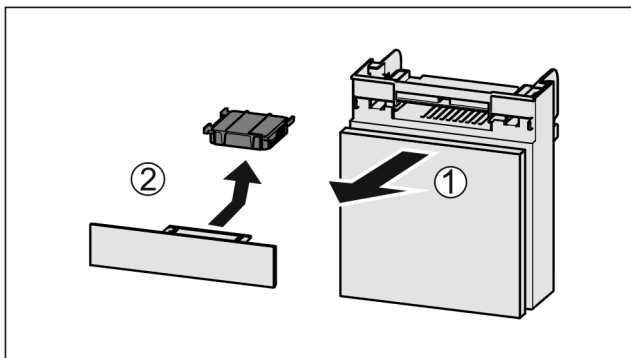

Fig. 140
- ▶ Húzza ki Fig. 140 (1) előre felé a rekeszt.
- ▶ Vegye ki az aktívszén-szűrőt Fig. 140 (2).